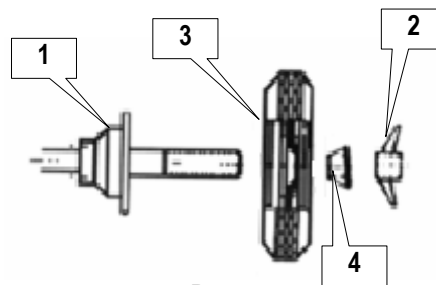

Рис.7
- Насадите колесо на ось до упора с фланцем (см. Рис.7).